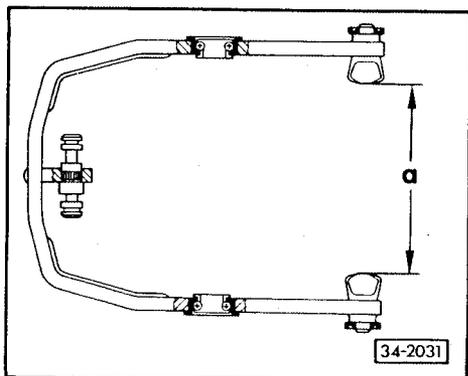

Fig. 5 Fourchette avec segments de commande montés
- ◆ Avec segment de commande ⇒ fig. 5
- ◆ Extraction à la presse ⇒ fig. 5